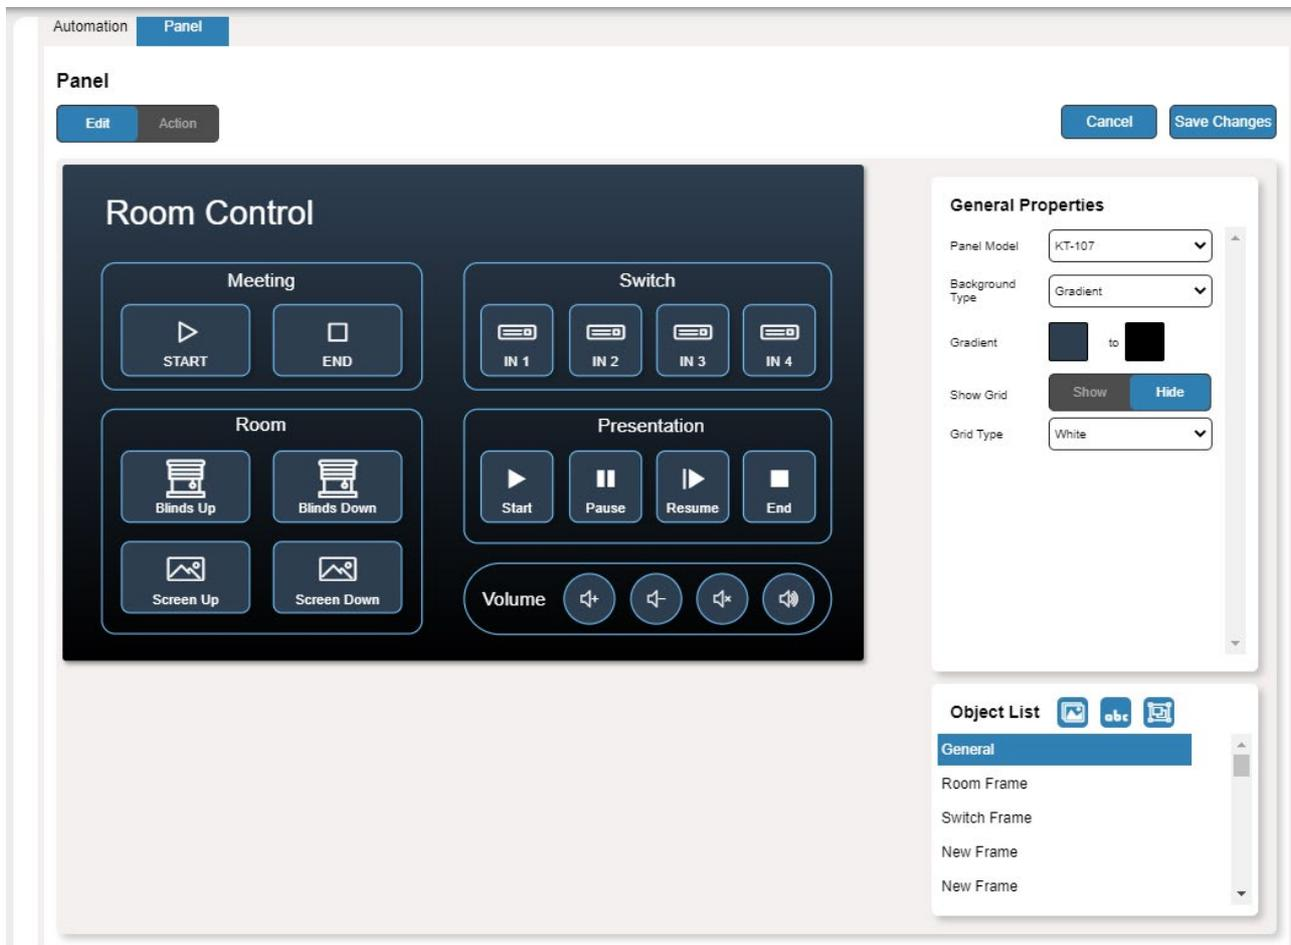

図44 : Automation ページ - Editing Panel ウィンドウ
3. **Edit** をクリックします。Edit Panel ウィンドウが表示されます (図44を参照)。
3. **Edit** をクリックします。Edit Panelウィンドウが表示されます (図44を参照)。